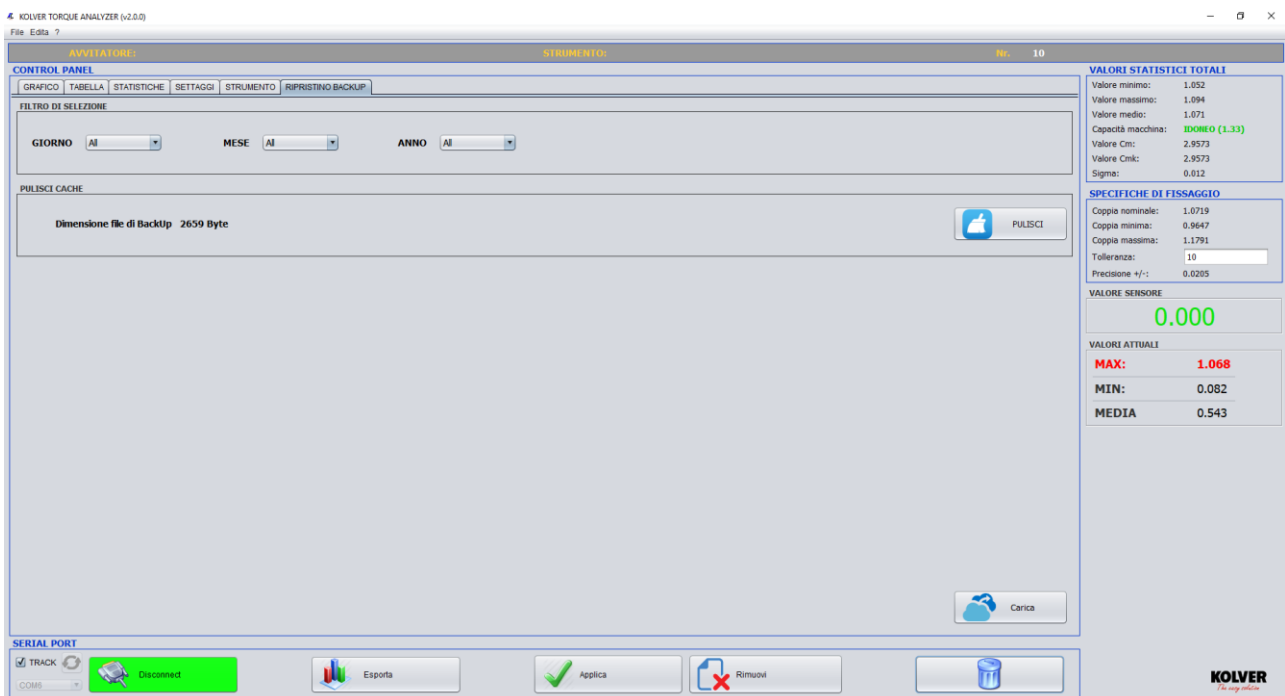

Fig.9: Sezione "BACKUP".
- F. BACKUP:** Il software salva automaticamente su un file di backup le misurazioni effettuate al fine di poterle recuperare in caso di malfunzionamento. A tal proposito è stata predisposta una sezione per effettuare il ripristino dei dati di backup con la possibilità di filtrarli per giorno, mese ed anno, nonché per data di eliminazione (Fig.9).